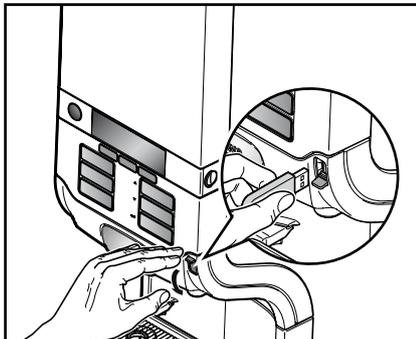

Fig. 51
- Introduisez la clé USB fournie dans le port USB du distributeur (fig. 51).